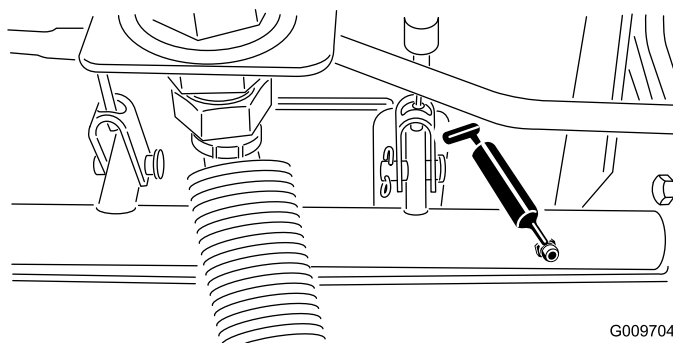

Figure 17
- Roulements d'axes de pivots de freins (5) (Figure 17)